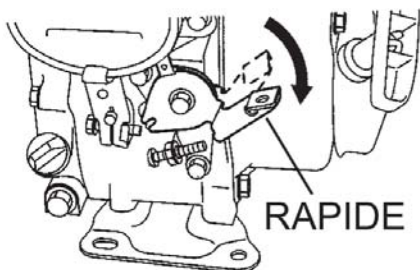

Figure 16. Levier d'accélérateur (rapide)
- Pour amorcer le compactage, positionnez le levier d'étrangleur (figure 16) en position « **rapide** » (course).